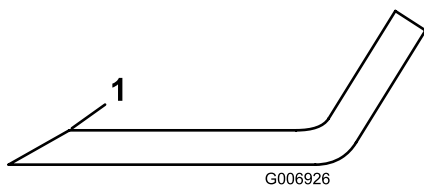

Figura 16
3. Controllate i taglienti di tutte le lame, e affilateli se fossero ottusi o scheggiati. Affilate soltanto la parte superiore del tagliente e mantenete l'angolo di taglio originale per garantire l'affilatezza (Figura 16). La lama rimane bilanciata soltanto se viene rimossa una quantità uguale di metallo da entrambi i taglienti.